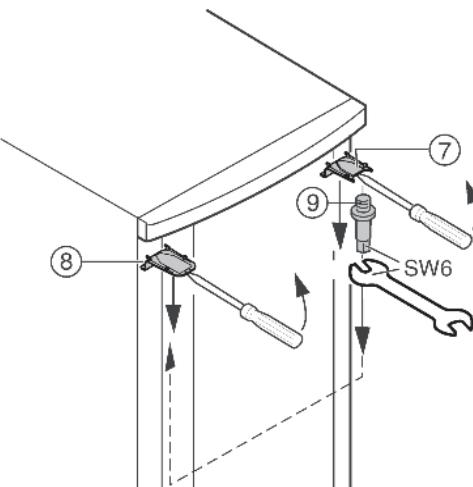

Fig. 6
- Odstraňte kryt Fig. 6 (7) a kryt Fig. 6 (8) šroubovákom vpředu uvolněte ze západek a odstraňte pohybem šikmo směrem dolů.
- Vyšroubujte ložiskové čepy Fig. 6 (9) a na protější straně zašroubujte silou (4 Nm).
- Namontujte opět kryt Fig. 6 (7) na straně ložiskového čepu: vzadu nasadte, vpředu nechte zaskočit do západek.
- Namontujte opět kryt Fig. 6 (8) na protější straně: vzadu nasadte, vpředu nechte zaskočit do západek.
- ▶ Zavěste dveře nahore do ložiskového čepu Fig. 6 (9).